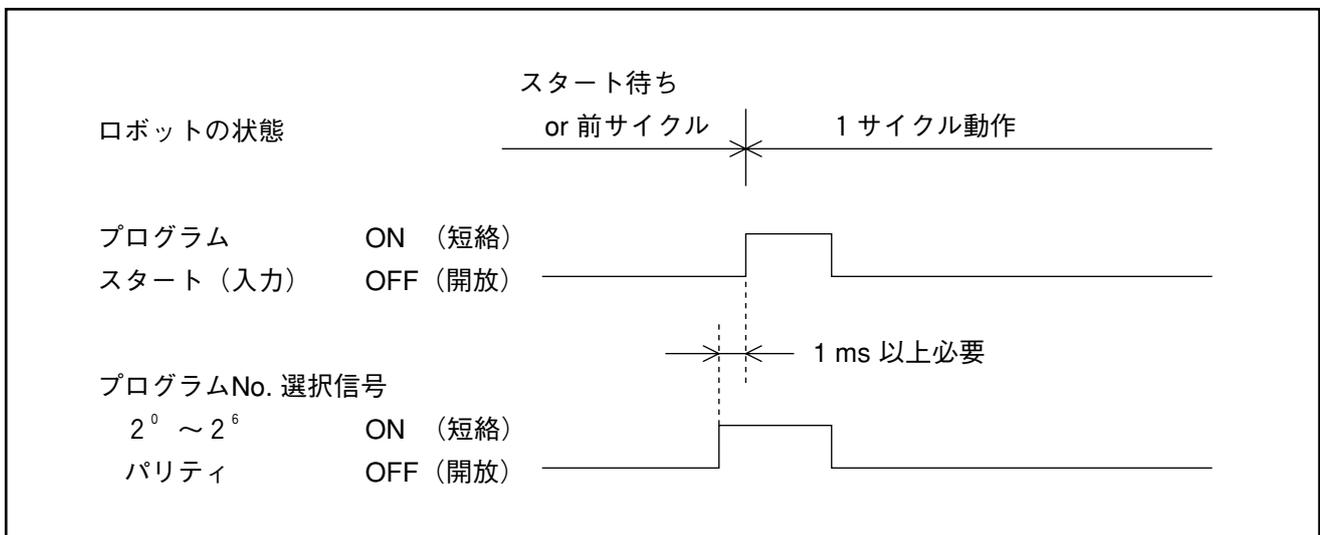

図5-25 プログラム No. 選択信号
- ①プログラムNo選択信号は次ページの表5-5に示すように $2^0 \sim 2^6$ とパリティビットの8ビットで構成されます。
- ②十進のプログラムNoを二進の $2^0 \sim 2^6$ とパリティビットに変えて入力します。
- ③短絡はビット値=1、開放はビット値=0を表し、パリティビットは奇数パリティです。
- ④プログラムNo選択信号は図5-25に示すようにプログラムスタートより必ず先(1ms以上)に入力し、ロボットがスタートするまで、状態を維持してください。